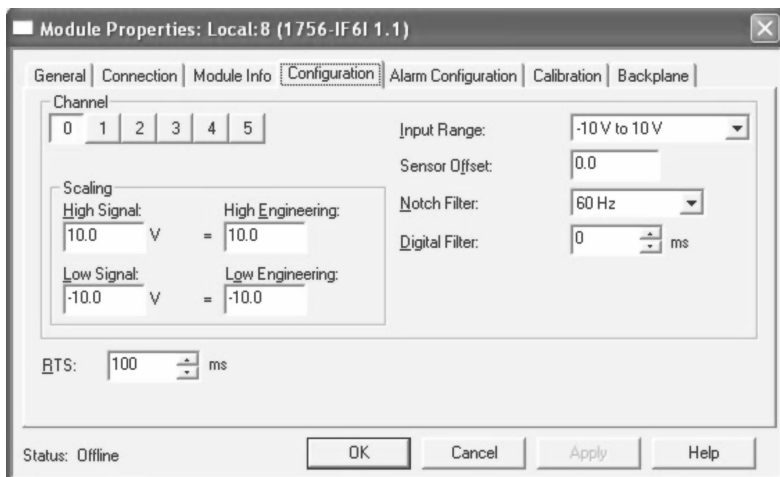

图 2-15 打开的模拟量模块组态参数选项卡
26. 单击“确定”(OK)。在“模块属性”(Module Properties) 页面中选择“组态”(Configuration) 选项卡，如图 2-15 所示。出现的组态数据是 1756-IF6I 模块所特定的。